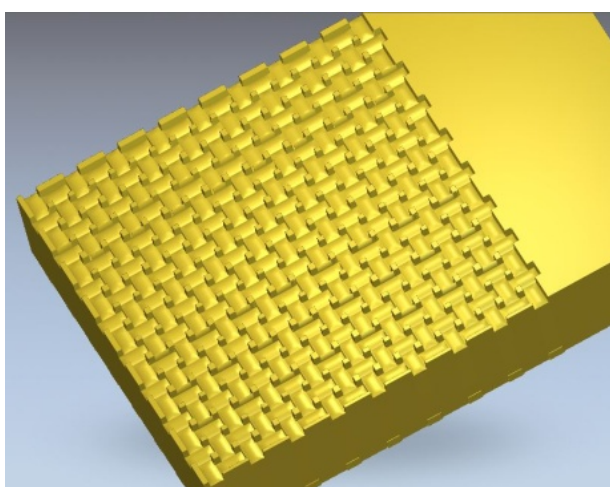

Рис. 4.15. 3D-модель кліше для виготовлення ременя
3. Отримуємо 3D модель кліше для виготовлення майбутнього ременя (рис. 4.15).